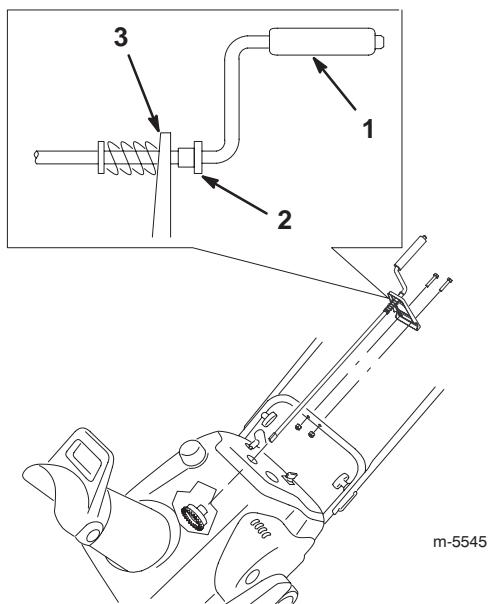

Figure 11
- Insérez l'extrémité plate de la manivelle dans le trou du carénage tout en alignant le support de montage avec les trous de la partie inférieure du mancheron (Fig. 11).
- Tournez lentement la manivelle jusqu'à ce que l'extrémité plate s'adapte à l'ouverture masquée de l'engrenage et que la couronne de l'éjecteur tourne aussi (Fig. 11).
- Vérifiez que la bague en plastique est complètement insérée dans le trou du support de montage. Si ce n'est pas le cas, faites-la glisser le long de la manivelle et dans le trou (Fig. 11).
- Fixez le support de montage au mancheron à l'aide de deux boulons et contre-écrous (Fig. 11).